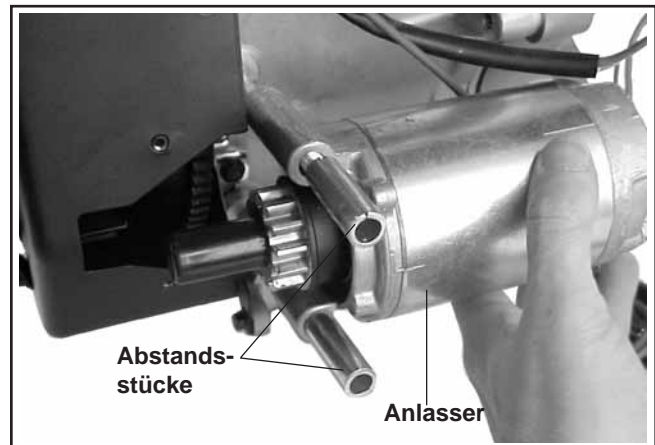

Abbildung 9-17. Entfernen von Anlasser und Abstandsstücken.
- c. Ziehen Sie den Anlasser und die Abstandsstücke von den Bolzen. Vermerken Sie die Position des Massekabels (falls vorhanden). Siehe Abbildung 9-17.